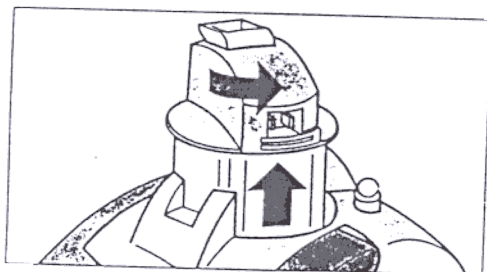

Рис.2.
3. Поверните вставку парогенератора (2) против часовой стрелки полностью, и выньте ее из резервуара для воды (5) (Рис.2.)
4. Заполните резервуар для воды (5) обычной водой до уровня, когда красная метка индикатора воды (4) становится видна над поверхностью резервуара для воды. Максимальный объем заполнения - 5 литров. Не превышайте этот уровень.